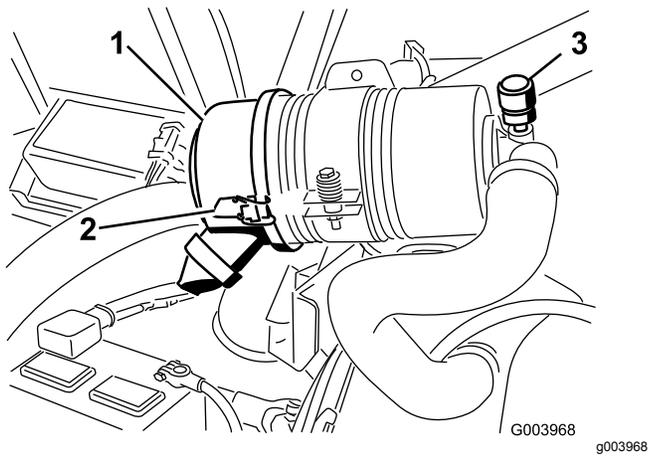

図 51
エアクリーナの整備はインジケータ図 51 が赤色になってから行ってください。早めに整備を行っても意味がありません。むしろフィルタを外したときにエンジン内部に異物を入れてしまう危険が大きくなります。
1. エアクリーナのカバーをボディーに固定しているラッチを外す 図 51。